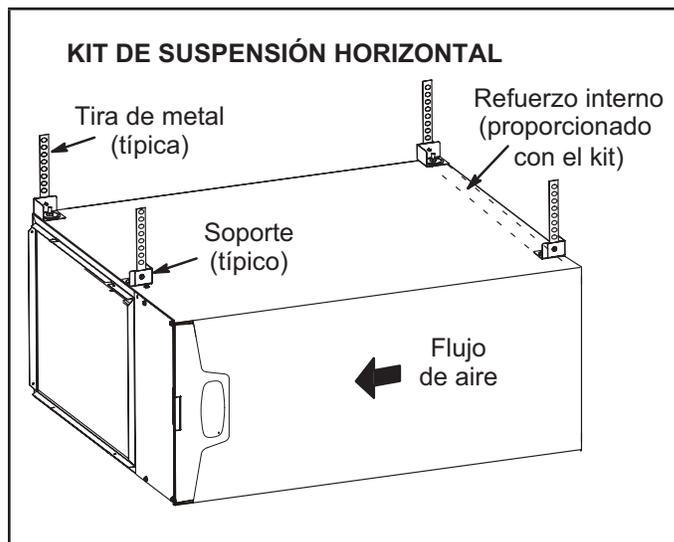
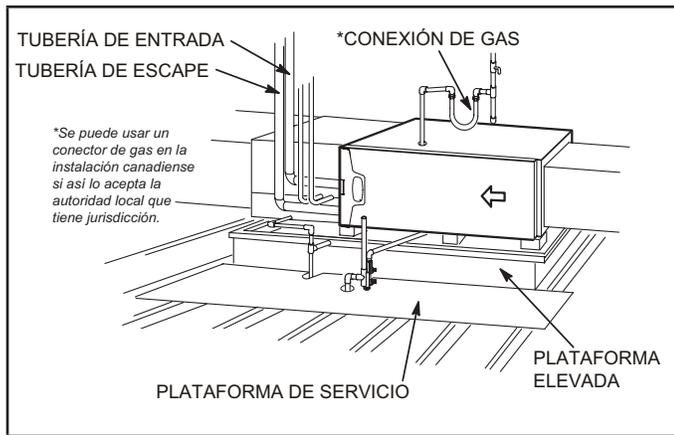

FIGURA 18
FIGURA 19
Este calefactor puede instalarse ya sea en un ático o en un espacio entre plantas. Ya sea cuelgue el calefactor de los travesaños del techo o de las vigas del piso, tal como se muestra en la FIGURA 18, o instale el calefactor sobre una plataforma, tal como se muestra en la FIGURA 19. Se puede ordenar un kit de suspensión horizontal (51W10) de Lennox o usar un equivalente.
- 2 - Construya un marco de madera elevado y cúbralo con una lámina de madera terciada. Si la unidad se instala arriba del espacio acabado, fabrique un colector de drenaje auxiliar a ser instalado debajo de la unidad. Coloque la unidad en el colector de drenaje como se muestra en la FIGURA 19. Deje un espacio de mantenimiento de 8 pulgadas debajo de la unidad para la trampa de condensado.